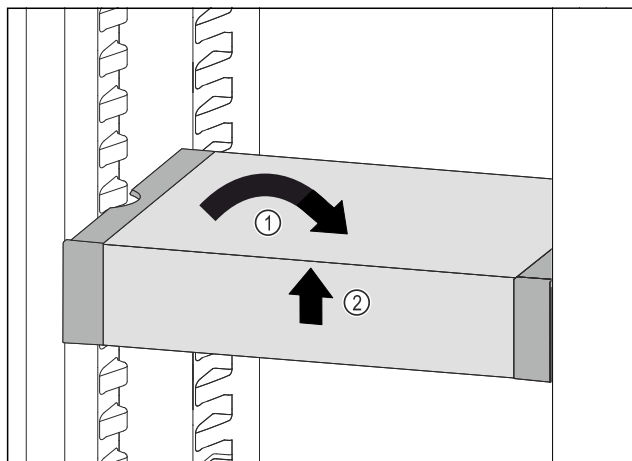

Fig. 115
- Ispravite VarioSafe. Fig. 115 (1)
- Podignite sprijeda VarioSafe. Fig. 115 (2)